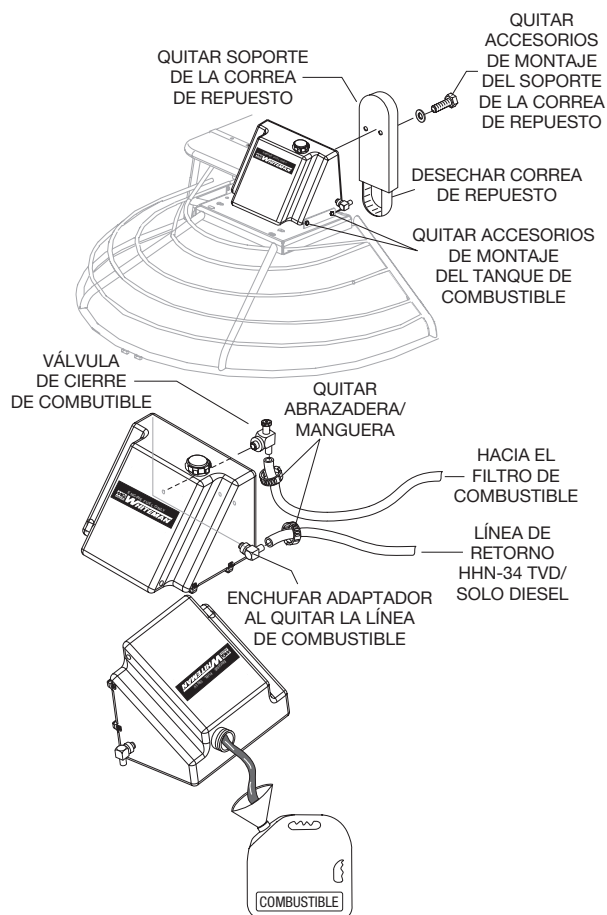

Figura 6. Retiro del tanque de combustible
Consulte la Figura 6.
1. Quite los dos tornillos que aseguran el soporte de la correa CVT de repuesto (Figura 6) al tanque de combustible. Quite y deseche el soporte de la correa de repuesto y la correa de repuesto.